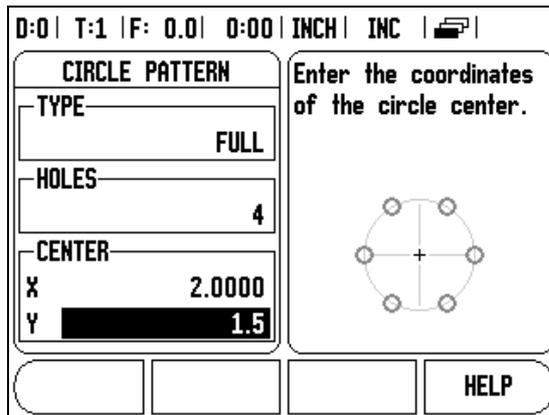
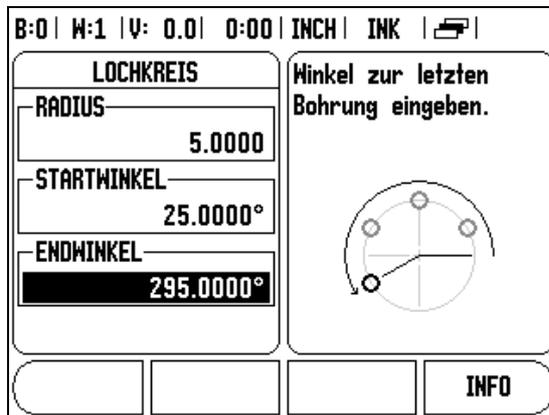

Abb. I.18 1. Seite der Eingabemaske LOCHKREIS
Abb. I.19 2. Seite der Eingabemaske LOCHKREIS
**Beispiel: Lochkreis eingeben und ausführen Siehe Abb. I.18 & Abb. I.19.**